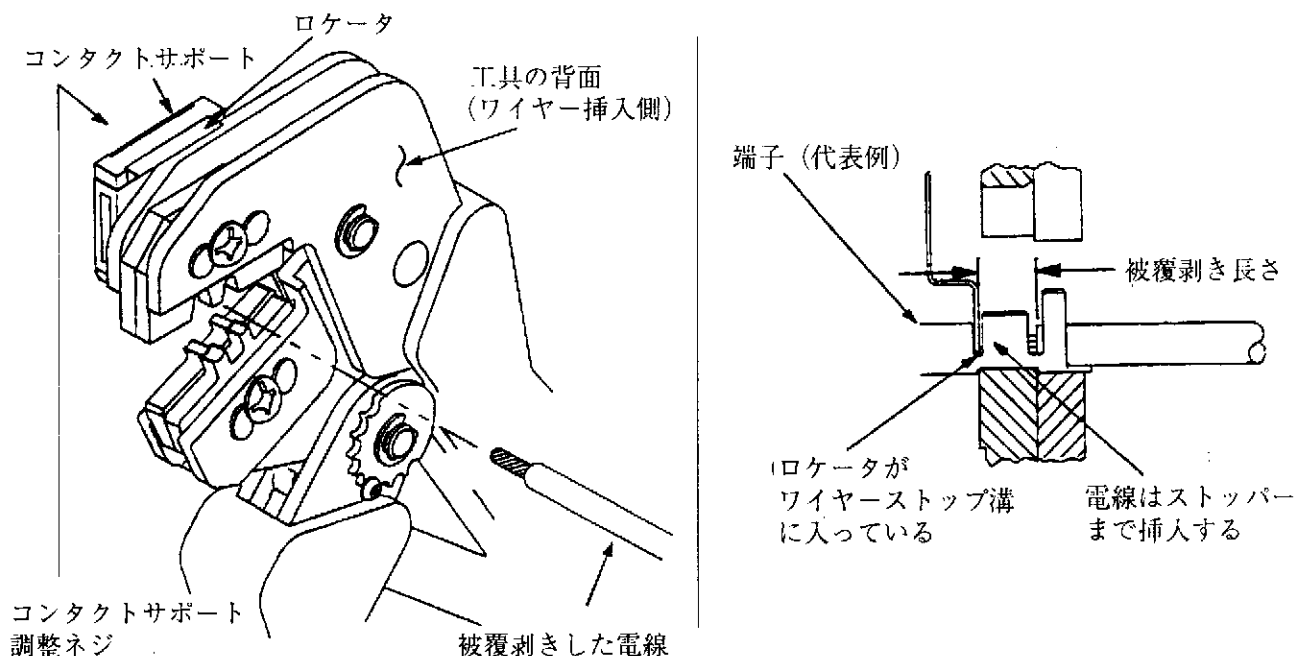

Fig. 3
#### 4. コンタクトサポートの調整 (Fig. 3)
Fig. 1 を参照し、使用する電線の電線サイズ、被覆外径を選択して下さい。また、Fig. 1 に示された長さに従って電線を被覆剥き（ストリップ）して下さい。この際電線に傷を付けたり心線を切らないように注意して下さい。適用する端子を選び、工具に刻印されたマークに従って正しい圧着位置を決定します。Fig. 3 を参照し、以下の手順で圧着して下さい。
3. 端子の位置決めをします。勘合側がロケータ側に来て、バレルの”U”字が上を向くようにして端子をアンピルの上に置きます。Fig. 3 を参照して下さい。ロケータがワイヤバレルの先端に当たるようにします。
- 被覆剥きした電線を端子のバレル部に挿入します。Fig. 3 に示す様にストッパーに当たるまで挿入して下さい。